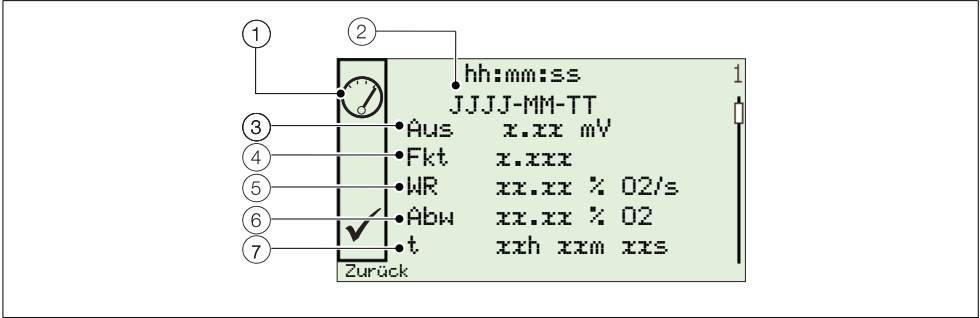

Abb. 8.2 Übliches Leistungsprotokoll und Leistungscodestructur
Wird das *Leistungsprotokoll* ausgewählt, zeigt ein Symbol (① in Abb. 8.2) auf der linken Seite des Displays eine erfolgreiche oder fehlgeschlagene Kalibrierung oder Genauigkeitsprüfung sowie die Installation einer neuen Messsonde/Zelle an. Die Symboltypen werden in der Tabelle 8.6 erläutert: